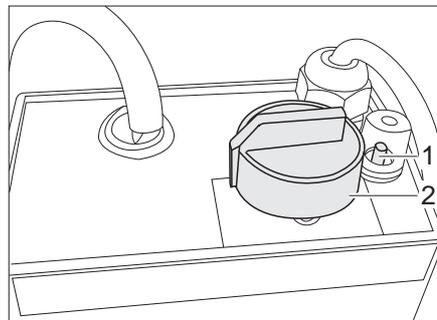

Bild 120 Regler für elektrische Fußbodenerwärmung
- Den Drehregler (Bild 120,2) auf die gewünschte Heizstufe drehen.
- Den Drehregler (Bild 120,2) auf Stellung "0" drehen.
Wenn der Regler überlastet wird, spricht der Überlastungsschutz an. Der Stift (Bild 120,1) springt heraus.
- Den Stift (Bild 120,1) am Überlastungsschutz eindrücken, wenn der Regler abgekühlt ist.